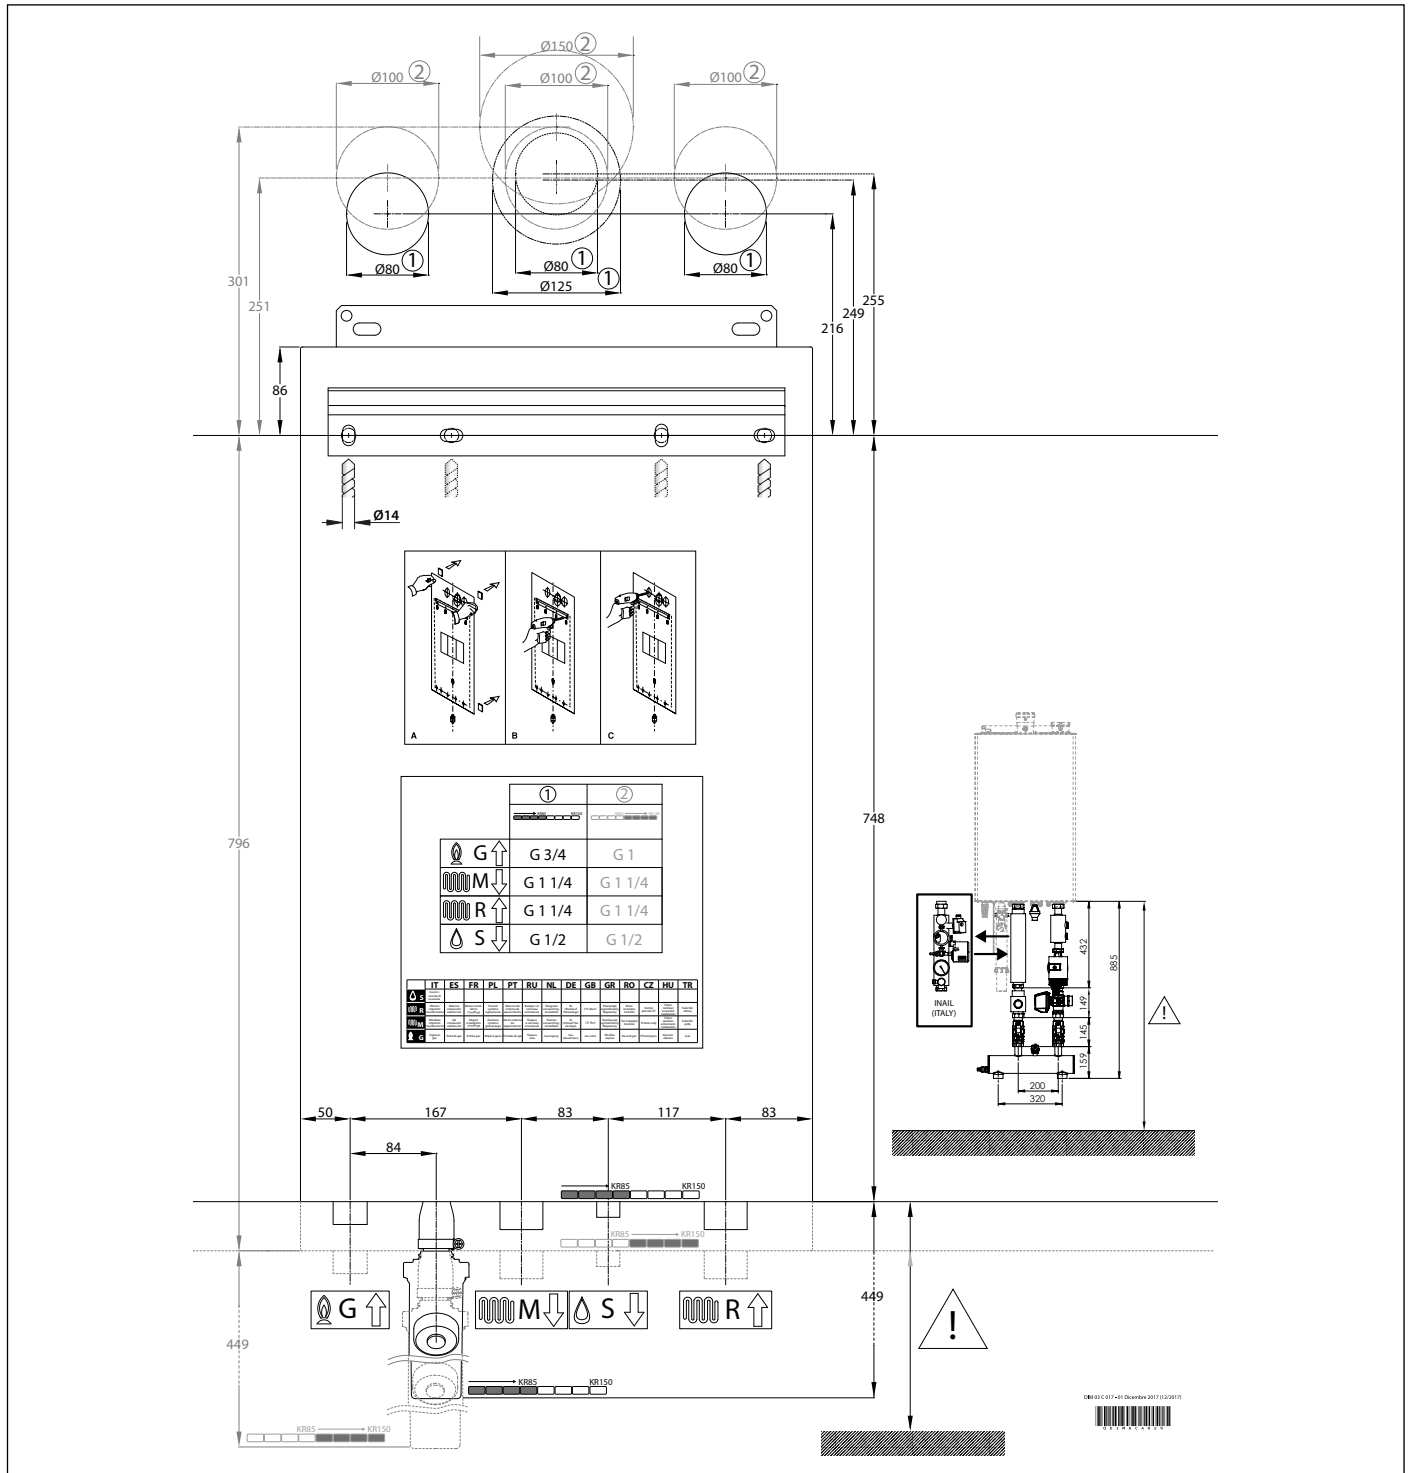

Fig. 9 Dima in carta
- La dima di fissaggio della caldaia al muro (vedi Fig. 9 Dima in carta).
Ogni apparecchio è corredato di un'apposita dima in carta contenuta nell'imballo (vedi Fig. 9 Dima in carta). Questa dima consente la predisposizione delle tubazioni di allacciamento all'impianto di riscaldamento, alla rete del gas e alle tubazioni di aspirazione aria/scarico fumi al momento della realizzazione dell'impianto idraulico e prima dell'installazione della caldaia. Questa dima, costituita da un robusto foglio in carta, deve essere fissata alla parete scelta per l'installazione della caldaia aiutandosi con una bolla.